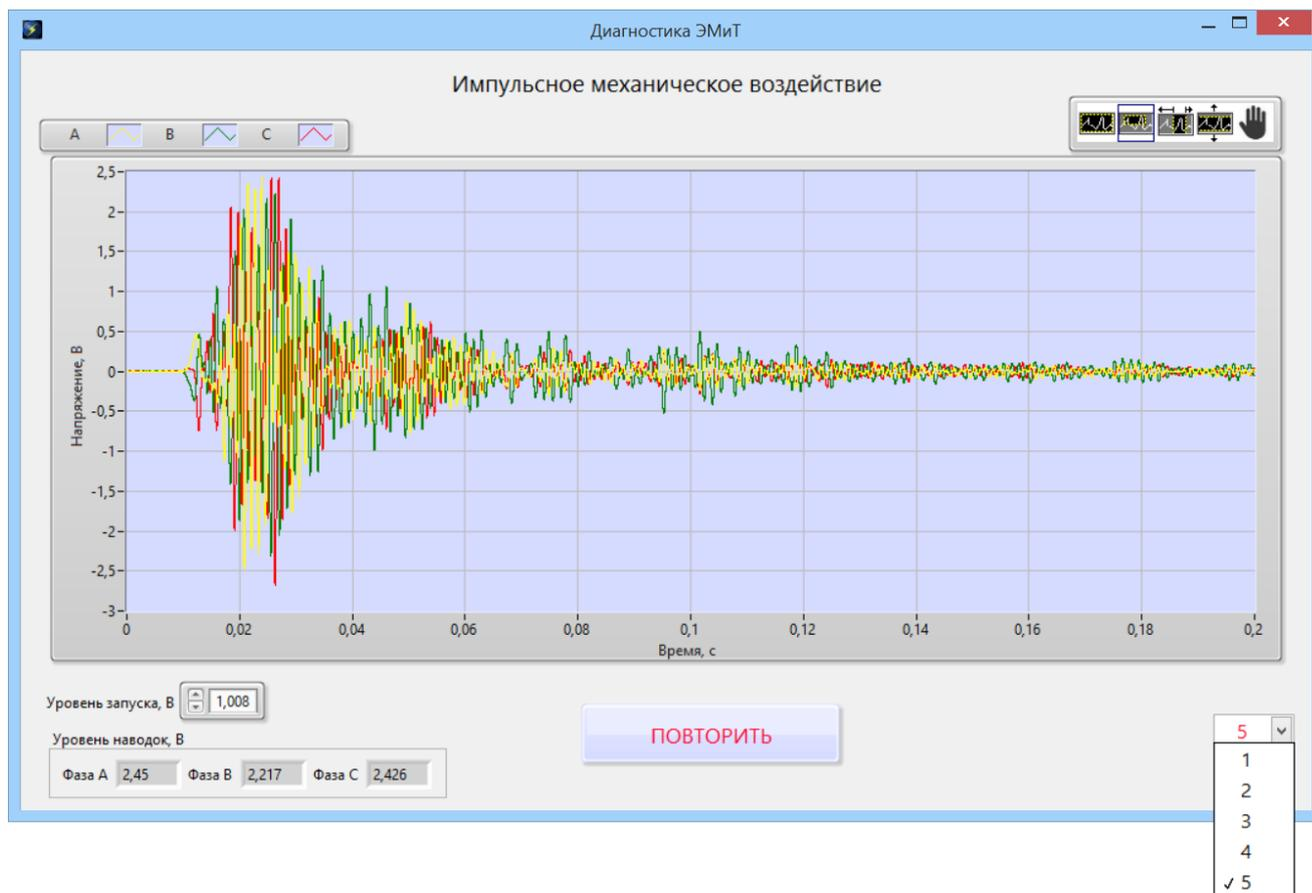

Рис. 9
3.3.11. С помощью выпадающего списка воздействий, расположенного в правом нижнем углу окна (рис. 9), можно посмотреть все сохраненные данные и при необходимости повторить неудачное воздействие.